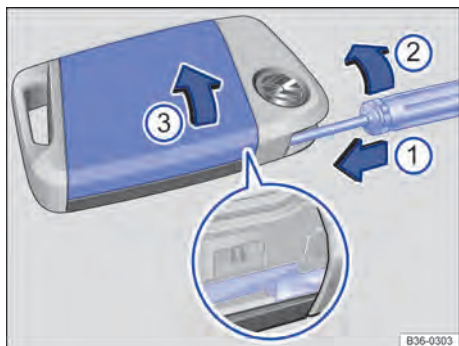
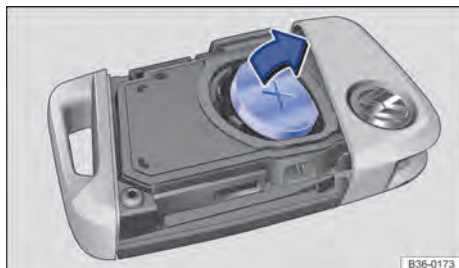

Fig. 70 Chave do veículo: abrir a tampa do compartimento da bateria.
Fig. 71 Chave do veículo: substituir a bateria botão.
Legenda para Fig. 70:
- Inserir uma chave de fenda de lâmina chata aproximadamente 1 cm no sentido da seta na guia externa da chave de emergência na chave do veículo → Fig. 70 ①.
- Girar a chave de fenda no sentido horário, até que a tampa se solte → Fig. 70 ②.
- Empurrar a cobertura no sentido da seta → Fig. 70 ③ e removê-la → ①.
- Elevar a pilha botão do compartimento da pilha → Fig. 71.
- Pressionar novas pilhas botão no compartimento da pilha → ①.
- Pressionar a cobertura sobre a carcaça → Fig. 70 ③.